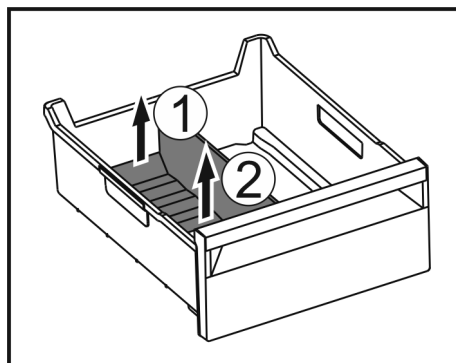

Fig. 115
- ▶ Sollevare la parte posteriore del divisore dello scomparto del ghiaccio. Fig. 115 (1)
- Rimuovere il divisore dello scomparto del ghiaccio verso l'alto. *Fig. 115 (2)*